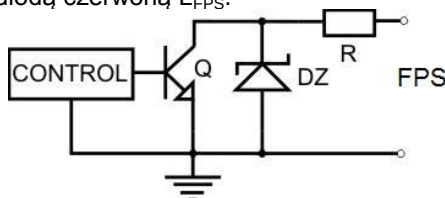

Rys.4. Widok panela zasilacza.
3.1. Sygnalizacja optyczna (rys.4.).